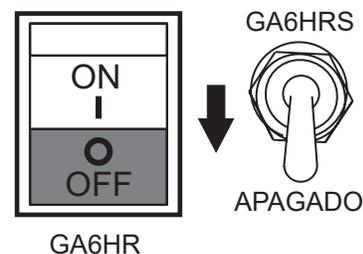

Figura 30. Interruptor de operación (emergencia)
1. Coloque el interruptor de operación (Figura 30) en posición de **apagado**.